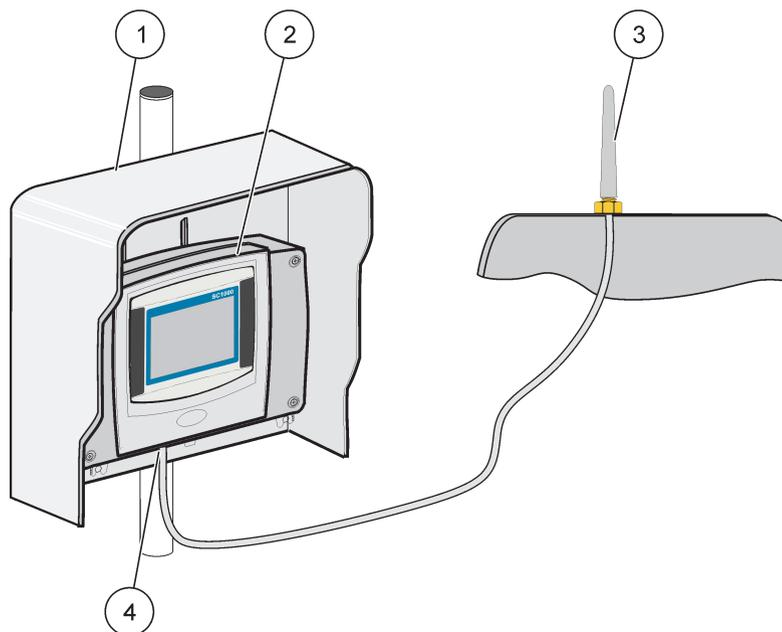

Figura 35 Collegare l'antenna GSM esterna
4. Agganciare il cavo dell'antenna al collegamento dell'antenna GSM sul modulo display (Figura 7). Utilizzare l'adattatore fornito per collegare il connettore dell'antenna e la connessione dell'antenna GSM (Figura 35).